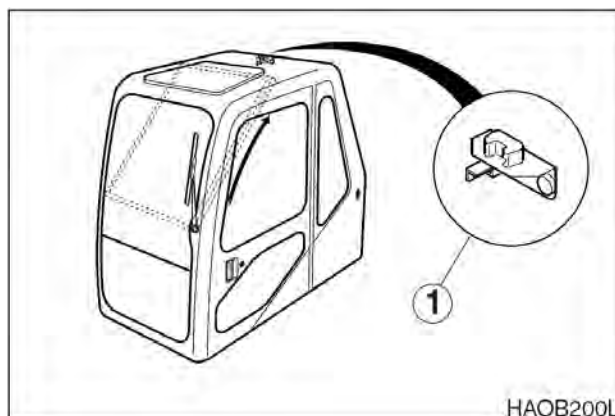

Рис. 110
7. Держа ручки окна (одна расположена вверху, а другая внизу окна), потянуть окно вверх, а затем назад. Убедиться, что окно закреплено задвижкой (1, рис. 110).